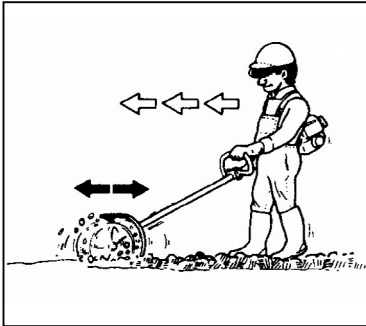

Fig. 5
- a. For standard tilling. Walk forward as pulling and pushing the unit little by little like using a vacuum cleaner. (Fig. 5)
- a. Pour le labourage courant. Marcher en avant à la façon de tirer et de pousser peu à peu l'ensemble, comme si on utilisait un aspirateur de poussière. (Fig. 5)